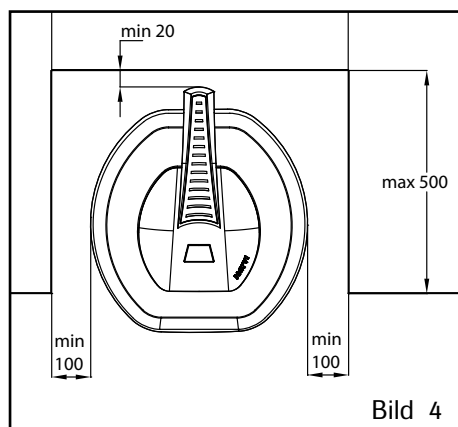

Bild 4
- Aggregatet kan monteras i en väggnisch, vars höjd är minst 1900 mm (bild 4)